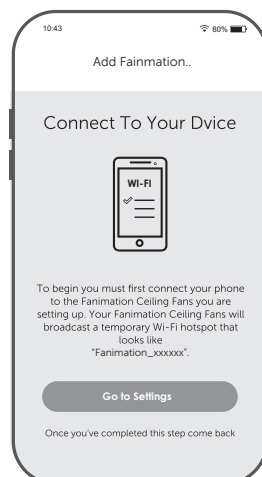

Figura 5
- ☐ 5. Asegure el vidrio en la ensamble de kit de iluminación girándolo en el sentido de las agujas del reloj. Gire el vidrio gradualmente **hasta que encaje en la ensamble de kit de iluminación.** Sin apretar demasiado. (Figura 5)
- ☐ 5. Instale las pila de 3V en el transmisor del mando a distancia. Mientras el ventilador esté apagado. (Figura 5)
- ☐ 5. En este paso, el receptor WiFi de su ventilador de techo debe estar instalado y dentro del rango de su router WiFi. Con la App abierta, seleccione “añadir dispositivo”. (Figura 5)